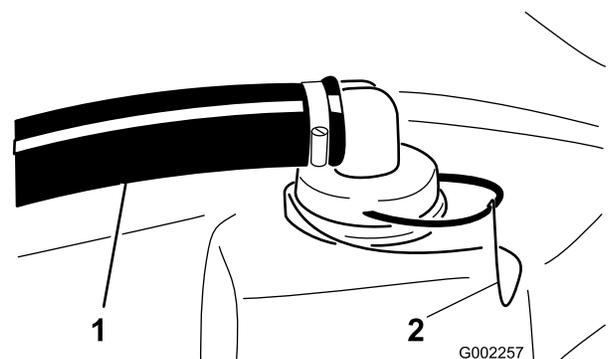

图16
2. 在打药车药缸的顶部，拆下固定连接至大软管和滤网外壳的软管接头的卡环（图16）。
3. 从滤网外壳上拆下软管和软管接头（图16）。